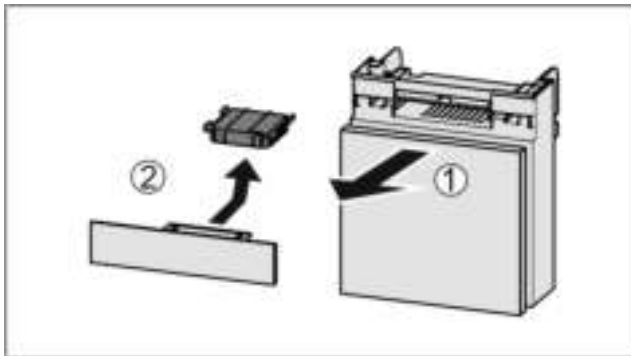

Fig. 53
- ▶ Lade vanaf de voorkant eruit trekken Fig. 53 (1).
- ▶ Actiefkoolfilter verwijderen Fig. 53 (2).